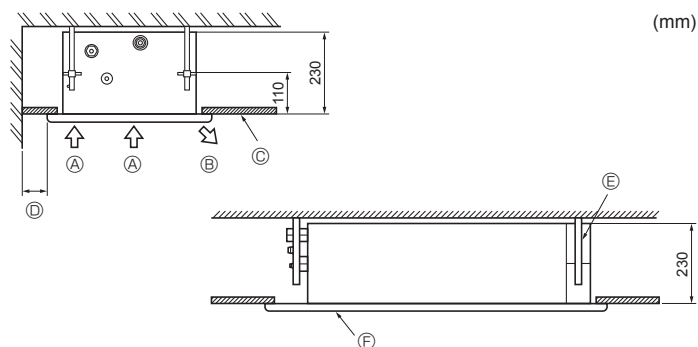

Fig. 2-2
2.2. Spazio di servizio (Fig. 2-2)